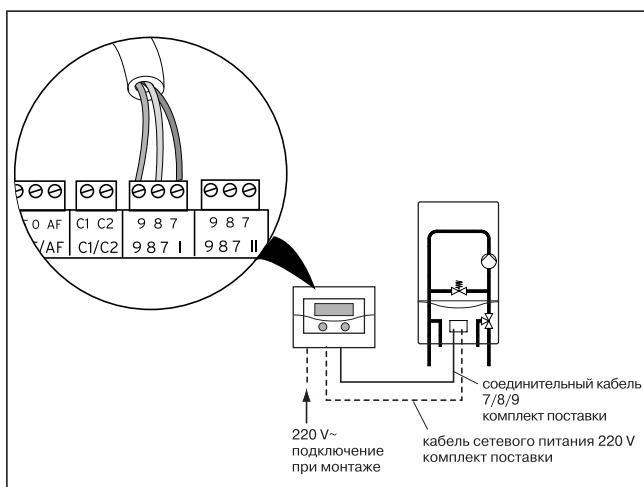

Рис. 4.1 Подключение отопительного прибора
- Выполните присоединительный проводной монтаж отопительного аппарата с использованием прилагаемого соединительного кабеля, рис. 4.1.